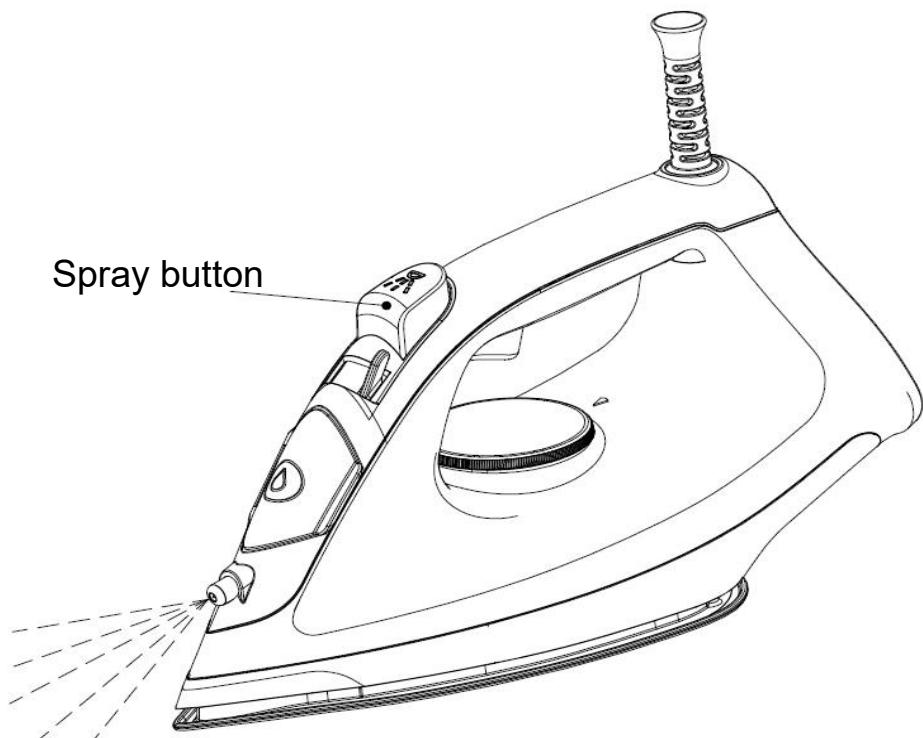

Fig.6
27. Sie können Nebel sprühen, indem Sie die Sprühtaste einmal drücken (siehe Abb. 6).